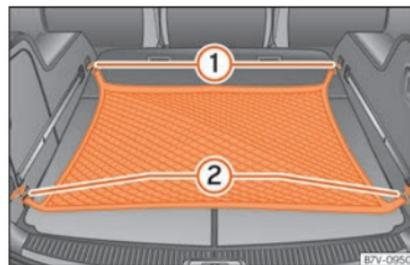

Fig. 177 Na bagageira: rede para bagagem pendurada.
- Engate a rede para bagagem nas argolas de fixação »» Fig. 177 ① e ②.
- Desengate os ganchos da rede para bagagem das argolas de fixação »» Fig. 177 ① com cuidado.
- Desengate os ganchos da rede para bagagem das argolas de fixação »» Fig. 177 ② com cuidado.